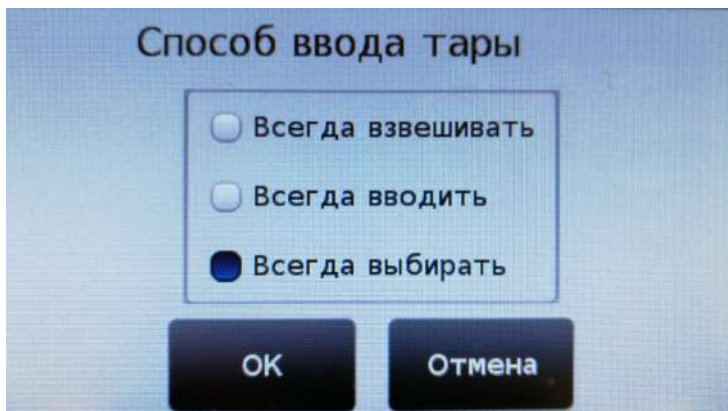

Рис. 8.3.2. Режим ввода значения веса тары.
8.3.2. В открывшемся окне проконтролируйте и, в случае необходимости, измените способ ввода значения веса тары, см. рис. 8.3.2, стр. 12.